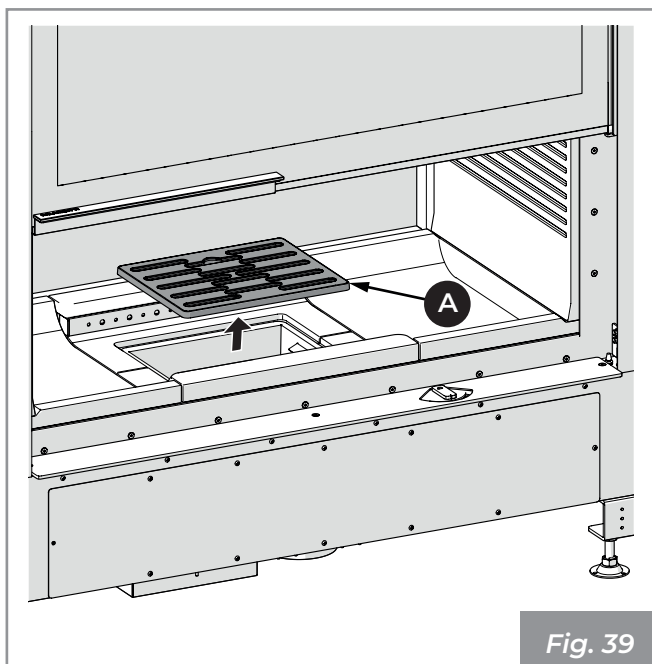

Fig. 39
- 1) Asegurarse que la rejilla (A) (Fig. 39) esté libre por eventuales residuos de combustión que puedan obstruir el libre pasaje de aire. Retirla y efectuar la limpieza del fogón utilizando una escobilla (no en dotación) llevar los residuos de la combustión al cajón de cenizas. Prestar atención a eventuales brasas ardientes.